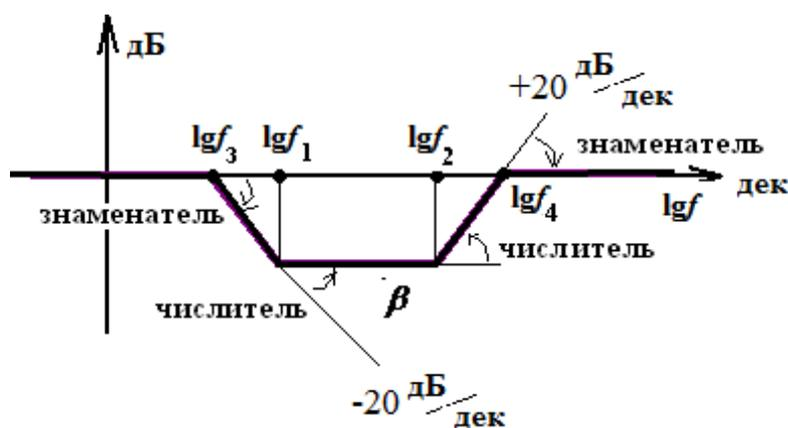

Рис. 15. ЛАЧХ ООС
Анализируется уравнение (13), т.е. поведение ЛАЧХ звена ООС рис.15. Отдельно строится ЛАЧХ каждого множителя уравнения коэффициента передачи β (13):
На участке $\omega < \omega_3$ коэффициент передачи звена ООС $\beta = 1$ (прямая по оси абсцисс рис.15);
Полученная ЛАЧХ звена ООС показана на рис.15.